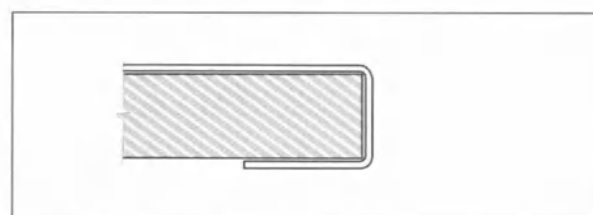

Рис. 19 Окончание панели М
Окончание панели слева: M, T, V (Рис. 19 - 21)
Окончание панели справа: M, T, V (Рис. 19 - 21)
Окончание панели внизу: M, T, V (Рис. 19 - 21)
Окончание панели сверху: M, T, V (Рис. 19 - 21)
- M - (Рис. 19)